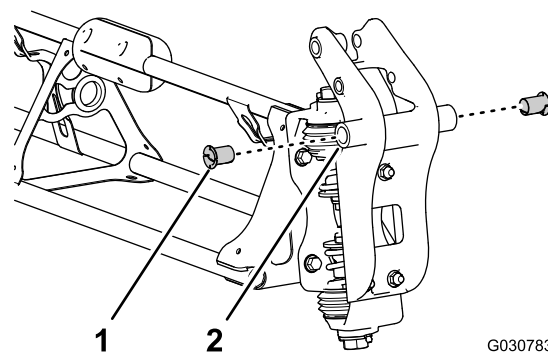

Figura 99
- Inserite una boccola flangiata in nylon nel foro da 31,8 mm su ciascun lato del raccordo orientabile (Figura 99).